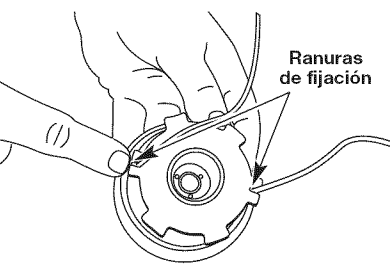

Fig. 20
- Inserte los extremos partidos de la línea en las dos ranuras de fijación (Fig. 20).